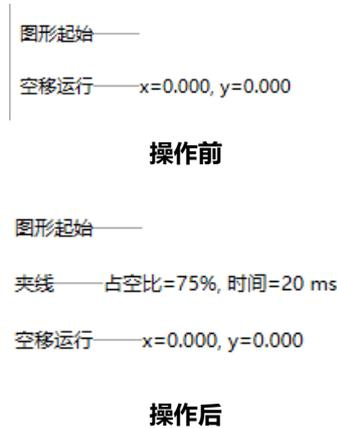

图 5.10.1b 图形起始指令集操作示意
③添加完所有指令之后，如果有需要删改的，改变参数只需双击指令段即可弹出参数设置框。需要删除指令，只需选中指令段，点击删除按键即可。需要移动指令段，只需选中指令后，点击“↑”“↓”按键即可对指令段进行向上/下移动。
④最后点击确认，此默认指令集即会被保存，在点击指令处理之后，在图形起始的位置会默认加入这些指令。操作示意如下图 5.10.1b 所示。